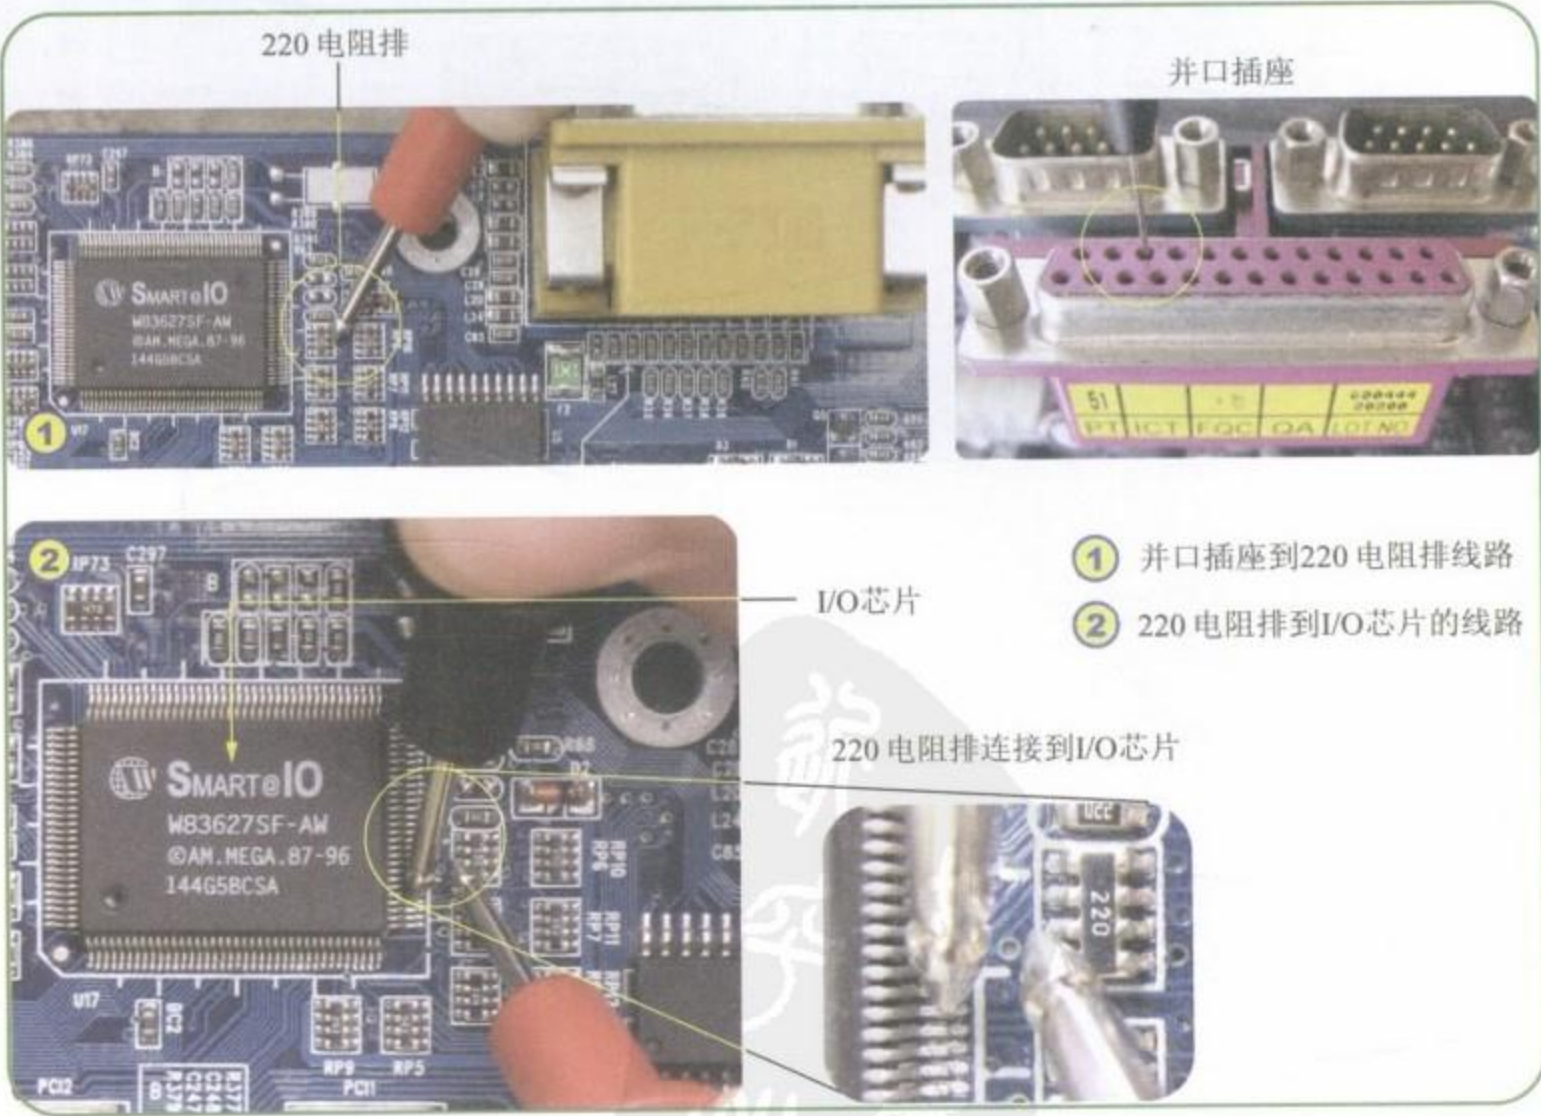

图5-43 测量并口到I/O芯片的线路
Step 01 将万用表调到“蜂鸣”挡，测量并口电路中并口通过330或220电阻排连接到I/O芯片的线路，如图5-43所示。